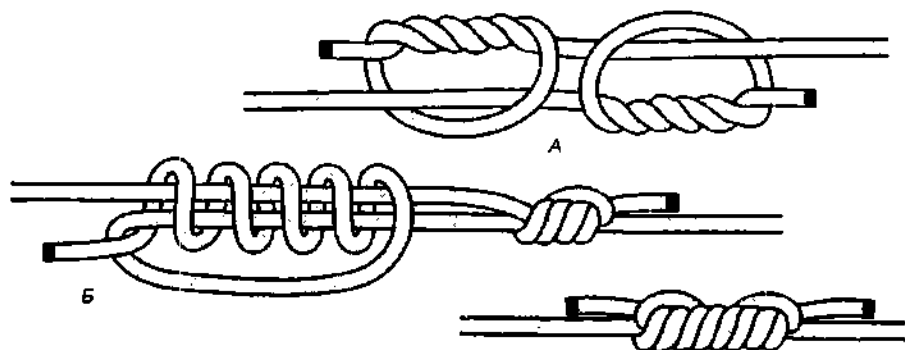

Рис. 791. А – **лесочный узел 1-й формы**; Б – **лесочный узел 2-й формы**.
**Лесочный узел** применяется для связывания тонких капроновых нитей и рыболовных лесок примерно одинакового диаметра (рис. 791). Это очень надёжный узел, он не ползёт и туго затягивается. **Лесочный узел** состоит из **двух кровавых узлов**, которые могут иметь две формы (рис. 791). Количество витков у **кровавых узлов** может быть от 4 до 7.